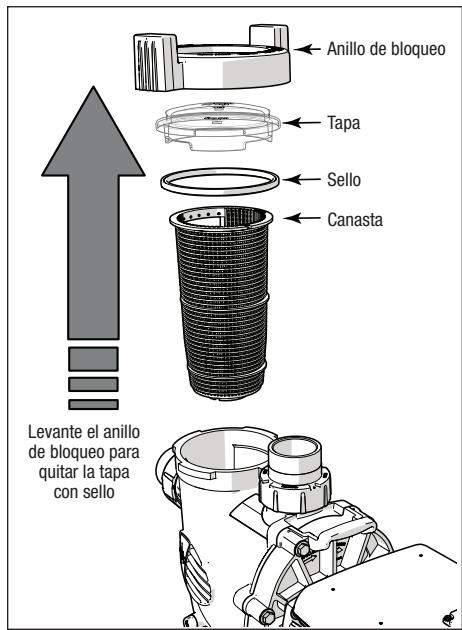

Figura 18. Quitar la tapa de la bomba
1. Retire el sello de la tapa. Consulte la Figura 18.